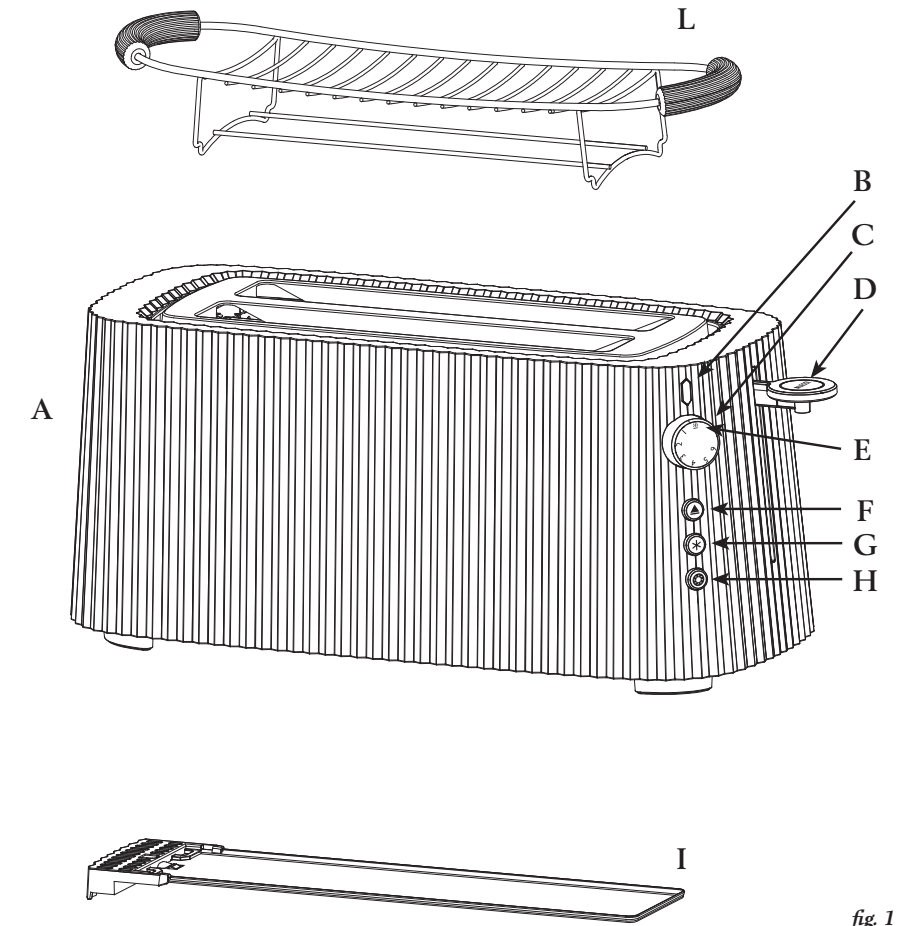

fig. 1
- A - Corpo in resina termoplastica (PP)
- L - Griglia scalda brioche (accessorio incluso) (fig. 1)